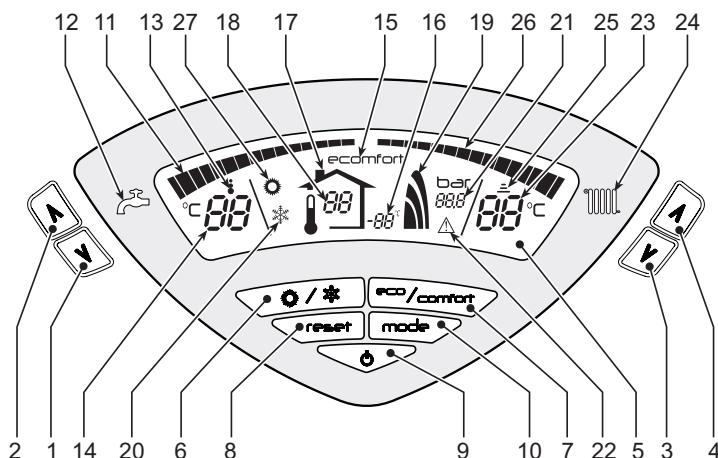

fig. 1 - Panoul de control
Cererea de încălzire (generată de Termostatul de cameră sau de Cronocomanda la distanță) este indicată de clipinga intermitentă a simbolului **Funcționare Încălzire** (det. 25 - fig. 1).
Liniile gradate pentru încălzire (det. 26 - fig. 1) se aprind pe măsură ce temperatura senzorului de încălzire atinge valoarea setată.
Cererea de apă caldă menajeră (generată de deschiderea robinetului de apă caldă menajeră) este indicată de clipinga intermitentă a simbolului **Funcționare Apă caldă menajeră** (det. 13 - fig. 1). Controlați să fie activă funcția Comfort (det. 15 - fig. 1).
Liniile gradate pentru apă caldă menajeră (det. 11 - fig. 1) se aprind pe măsură ce temperatura senzorului pentru apa caldă menajeră atinge valoarea setată.
Când încălzirea boilerului este activată (setarea implicită), pe afișaj e activ simbolul COMFORT (det. 15 - fig. 1), iar când este dezactivată, pe afișaj e activ simbolul ECO (det. 15 - fig. 1).
Boilerul poate fi dezactivat de către utilizator (modul ECO) apăsând pe tasta eco/comfort (det. 7 - fig. 1). Pentru a activa modul COMFORT apăsați din nou pe tasta eco/comfort (det. 7 - fig. 1).
Apăsați pe tasta **on/off** (det. 9 - fig. 1) timp de 1 secundă.
Pentru a porni din nou centrala, apăsați din nou pe tasta **on/off** (det. 9 fig. 1) timp de 1 secundă.
- Apăsați pe tasta **ON/OFF** (9 - fig. 1)
Apăsați pe tasta **Vară/larnă** (det. 6 - fig. 1) timp de 1 secundă.
Pe afișaj se activează simbolul Vară (det. 27 - fig. 1): centrala va prepara numai apă caldă menajeră. Rămâne activ sistemul antiîngheț.
Pentru a dezactiva modul Vară, apăsați din nou pe tasta **Vară/larnă** (det. 6 - fig. 1) timp de 1 secundă.
Cu ajutorul **tastelor pentru încălzire** (det. 3 și 4 - fig. 1) modificați temperatura de la un minim de 30 °C la un maxim de 80 °C.
Cu ajutorul **tastelor pentru apă caldă menajeră** (det. 1 și 2 - fig. 1) modificați temperatura de la un minim de 10 °C la un maxim de 65 °C.
Când e instalată sonda externă (optional), pe afișajul panoului de comandă (det. 5 - fig. 1) se vede temperatura externă curentă detectată de sonda externă. Sistemul de reglare al centralei lucrează cu "Temperatură variabilă". În acest mod, temperatura din circuitul de încălzire este reglată în funcție de condițiile climatice externe, astfel încât să se garanteze un confort ridicat și economie de energie de tot anul. În special, când crește temperatura externă se reduce temperatura din turul instalației, în funcție de o anumită "curbă de compensare".
Cu reglarea Temperatură Variabilă, temperatura setată cu ajutorul **tastelor pentru încălzire** (det. 3 și 4 - fig. 1) devine temperatura maximă din turul instalației. Se recomandă să se regleze la valoarea maximă pentru a permite sistemului să regleze total intervalul util de funcționare.